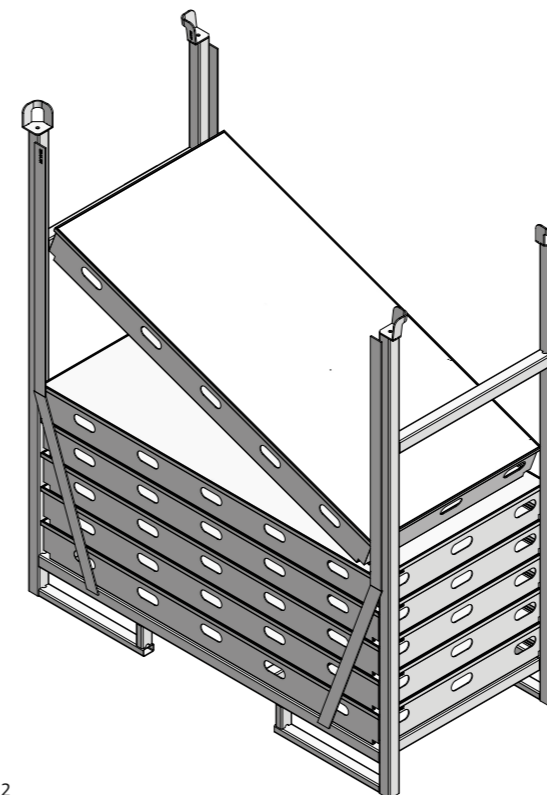
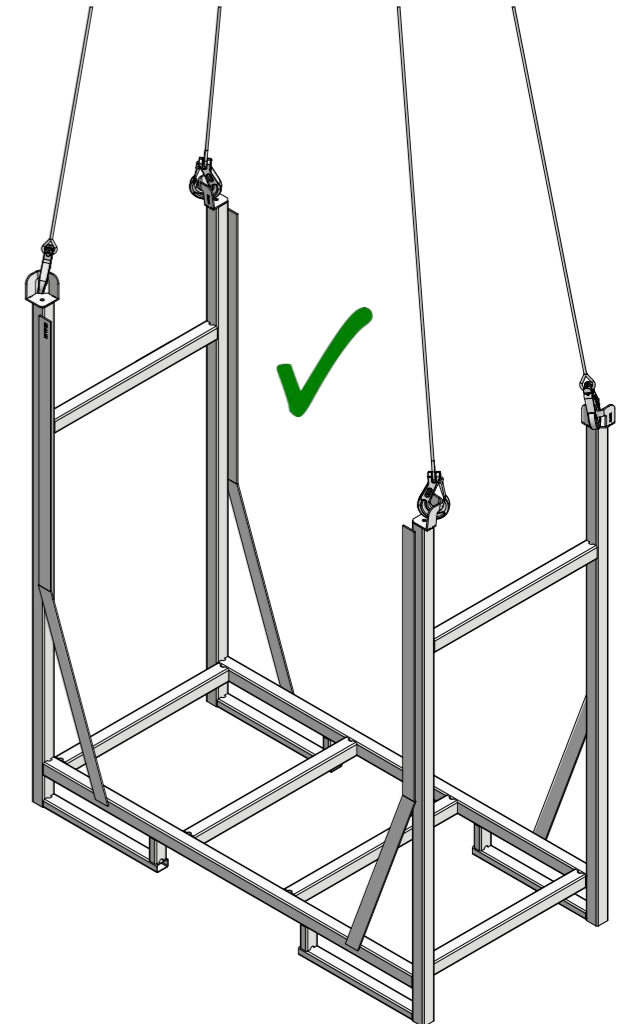
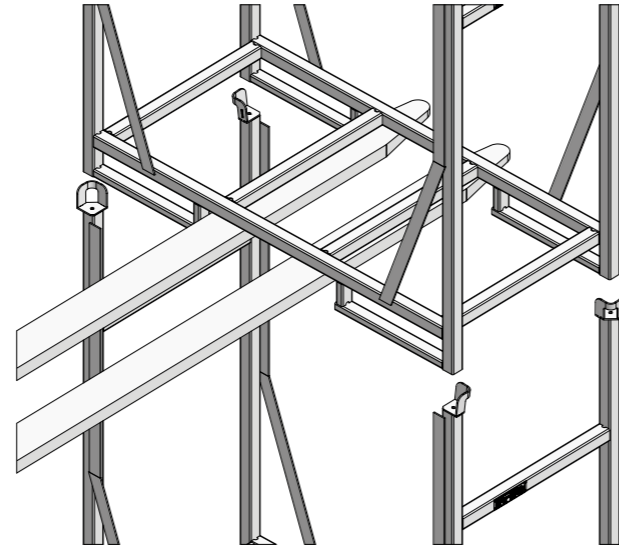
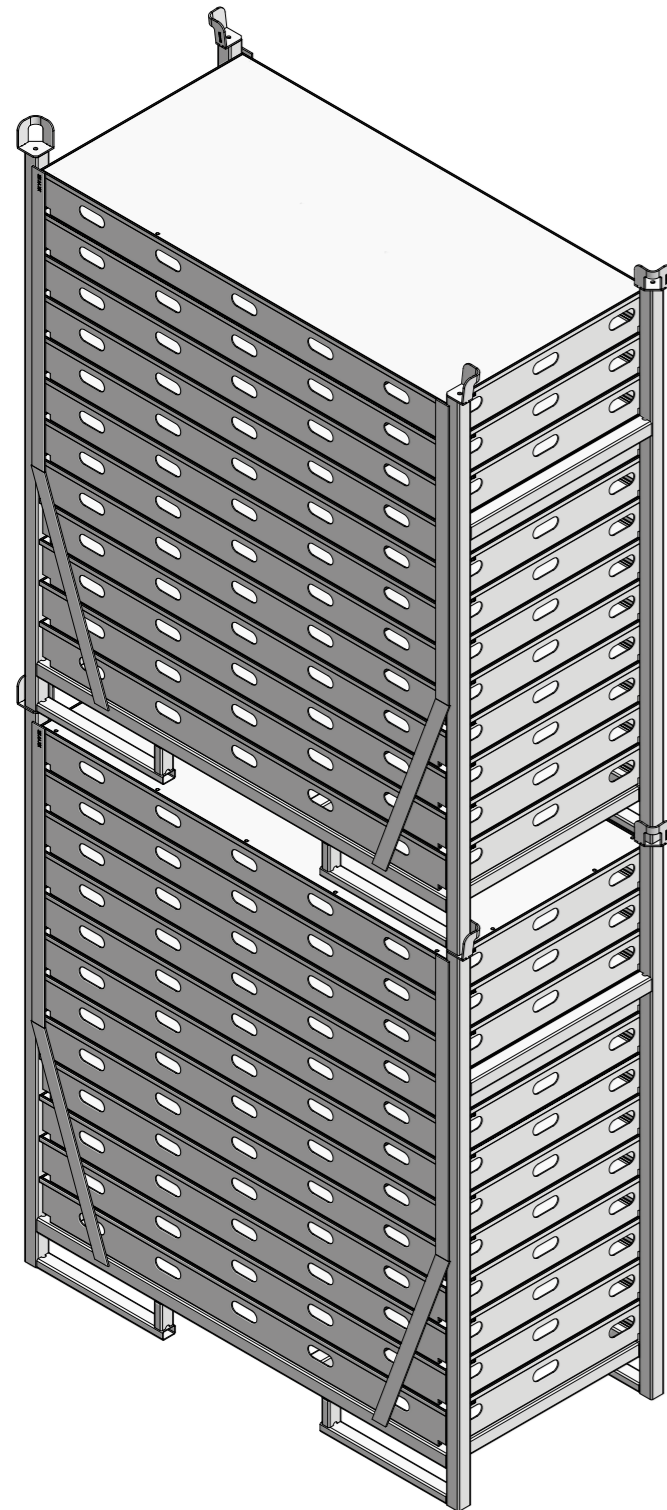

Abb. 2
Abb. 3: an allen 4 Kranösen eingehängt
Abb. 7
Abb. 6: Transportgestell 2-fach gestapelt
Das S.-MevaDec-e Transportgestell dient zum Aufbewahren und Transportieren von maximal 12 MevaDec-e Elemente 160/80, welche von oben eingelgt werden (Abb. 2). Das S.-MevaDec-e Transportgestell ist lackiert und bis zu 2-fach stapelbar (Abb. 6). Dabei verhindern die Kranösen des unteren S.-MevaDec-e Transportgestelles das Verrutschen des oberen S.-MevaDec-e Transportgestells. Das Versetzen des S.-MevaDec-e Transportgestell kann mit Kran (Abb. 3), Stapler (Abb. 7) oder Hubwagen erfolgen.
→ Transport mit dem Stapler (Abb. 7). Die Länge der Gabelzinken muss den Abmessungen des S.-MevaDec-e Transportgestells entsprechen.
- Bei der Lagerung dürfen Sie maximal 2 S.-MevaDec-e Transportgestelle aufeinander stapeln (Abb. 6, Kippsicherheit).
- Transport mit dem Kran. Hierbei müssen Sie darauf achten, dass der Aufenthalt von Personen im Gefahrenbereich der Last unbedingt zu vermeiden ist. Sie dürfen nur Vierstrang-Gehänge mit Anschlagketten verwenden. Die Anschlagketten müssen im Aufhängeglied frei beweglich sein, der Lasthaken muss eine Sicherung gegen unbeabsichtigtes Aushängen besitzen und geschlossen sein (Abb. 3 bis Abb. 5).
Hängen Sie den Lasthaken vom Krangehänge so in die Einhängeöse (Abb. 4) des S.-MevaDec-e Transportgestell ein, dass er bei Schläfseil oder Schlawffkette nicht aus den Ösen rutschen kann. Sie müssen immer **alle vier Lasthaken** einhängen (Abb. 3).